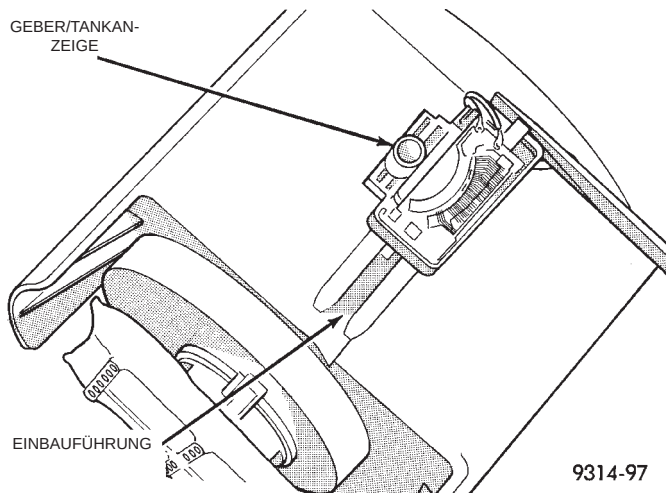

Abb. 18 Ausbau, Geber/Tankanzeige
(4) Zwischen die Kraftstoffpumpeneinheit und die Oberseite des Gehäuses des Gebers/Tankanzeige einen Schraubendreher einschieben (Abb. 18). Den Geber/Tankanzeige leicht nach unten drücken.
(6) Den Geber/Tankanzeige aus der Einbauführung schieben (Abb. 18).